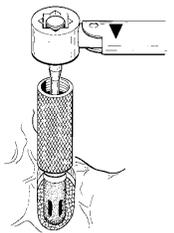

Fig. 2
5. Un apretado final con fuerza de torque sobre el "pilar LOCATOR"; es necesario para prevenir que este se desatornille, y se logra utilizando el juego de "Dinamómetro de 20Newtons cm." de fuerza (Referencia #4391 Fig. 2), con un desarmador para Dinamómetro o (torquimetro) LOCATOR (conector) de conexión cuadrada de 15mm de largo, que se utiliza cuando el espacio íter bucal está limitado ó se utiliza el desarmador para torquimetro LOCATOR de 21 mm de largo cuando hay interferencia causada por un diente adyacente.
NOTA: "Los Desarmadores para Dinamómetro (torquimetro) LOCATOR" arriba mencionados varían para cada tipo de Dinamómetro comúnmente utilizado en los implantes. (Conexión tipo "T" y los de conexión cuadrada ó estrella) dependiendo de la marca de el Dinamómetro. Y permite atornillar directamente el "pilar LOCATOR" al Implante. Además, también se pueden atornillar los "Pilares LOCATOR" con un desarmador para torquimetro (conector) de.050 pulgadas-diámetro con punta hexagonal (1.25mm-diámetro), cuya punta ensamblara por encima del Atornillador de oro LOCATOR (Abutment Driver) de La Herramienta Principal LOCATOR (core tool) (Fig. 2).